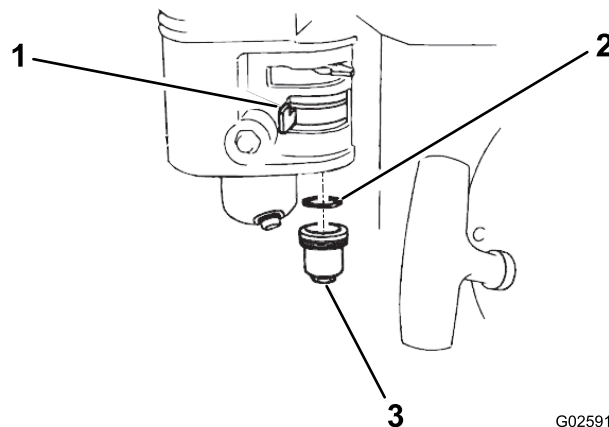

Bild 30
1. Stellen Sie den Kraftstoffhahn auf die Aus-Stellung und nehmen dann die Sedimentschale und den O-Ring ab (Bild 30).